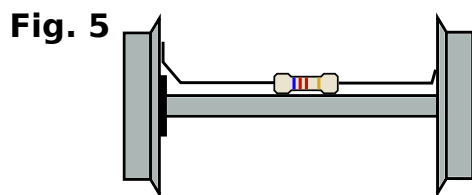
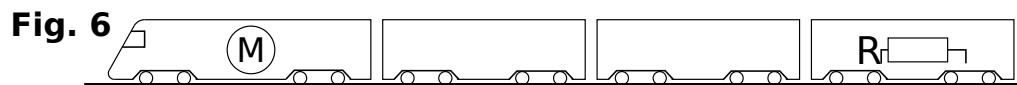

Fig. 5
Fig. 6
Pour cela, il suffit d'équiper le véhicule de queue d'une résistance sur un essieu, qui fait contact entre les deux roues (fig. 5). Nous recommandons une valeur de résistance d'environ 5 kΩ. De cette façon, il y a une consommation minimale de courant aux deux extrémités du train dans n'importe quelle situation, et le train est protégé aux deux extrémités, le moteur de la locomotive (M) d'un côté et la résistance (R) de l'autre (fig. 6).
Pour les systèmes à trois rails, il n'est pas possible de détecter le dernier wagon comme expliqué à la fig.5. Pour détecter la dernière voiture elle doit être équipée d'un frotteur et d'un dispositif qui absorbe le courant (lanternes de queue, éclairage intérieur, etc...)